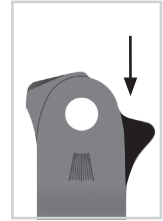

Fig. 26
- 3 Lije la parte saliente para el muelle de compresión en el estribo de sistema si es necesario (fig. 26).